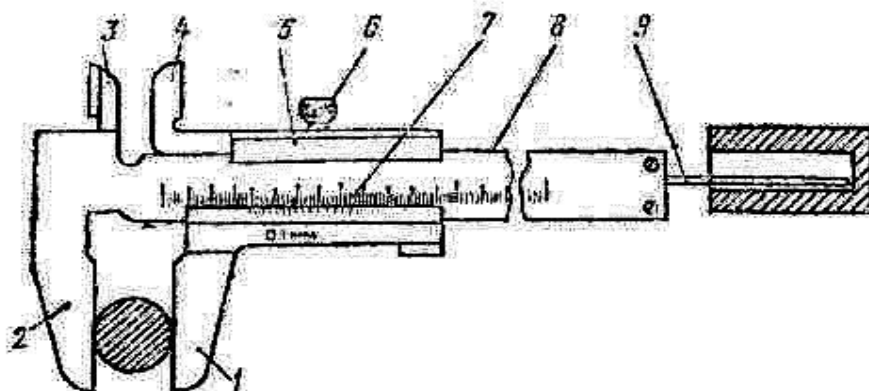

Рис. 1 А—штанга;
3. Указать соответствующими буквами углы режущего инструмента (рис.1)
8. **Ознакомиться с устройством штангенциркуля типа ШЦ-I с ценой деления нониуса 0,1 мм (рис. 1). Назвать позиции.**